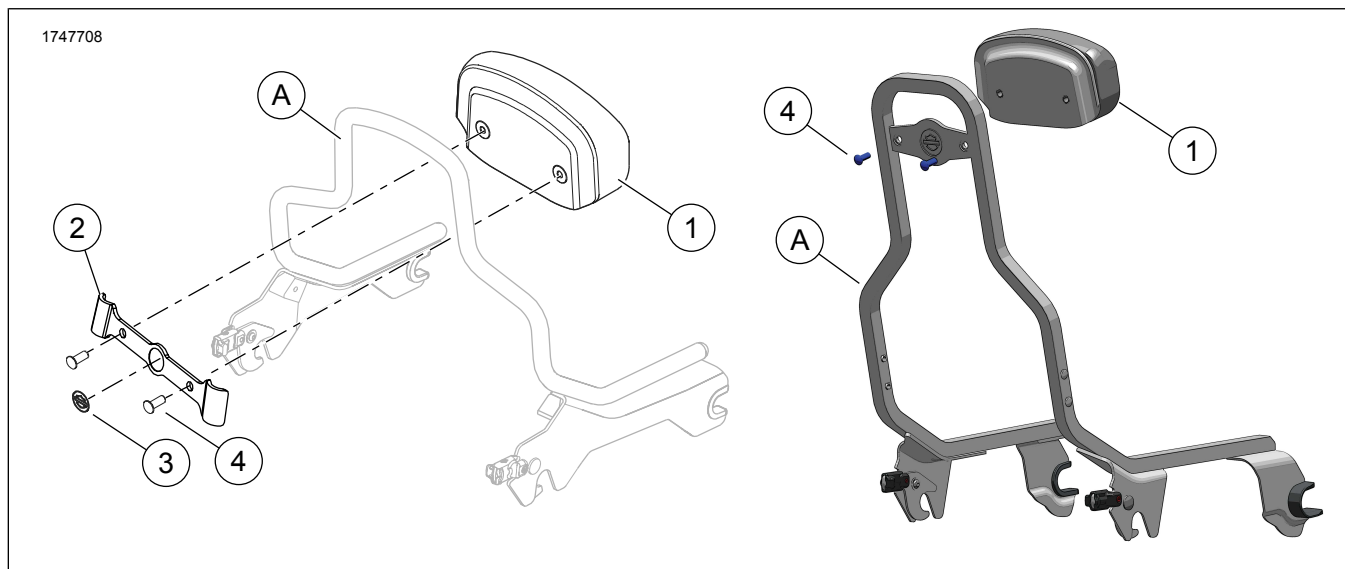

図1。キット内容: コンパクトバックレストパッドキット
- 図1を参照してください。バックレストパッド(1)をベースの輪郭がOEシシーバーアップライト(A)の上部に揃うように配置します。
- 図1を参照してください。OEシシーバーアップライト(A)がパッド(1)とブラケット(2)の間にくるようにマウントブラケットをパッドに置きます。
- 図1を参照してください。イソプロピルアルコールを水で50%に希釈した溶液でOEシシーバーアップライト(A)の表面をきれいに拭き取ってからブラケット(2)を取り付けます。完全に乾燥させます。室温で取り付けます。
- 図1を参照してください。必要に応じて、プラスチックがねじ山にはさまらないよう、バックレストパッド(1)の既存のスクリュー穴2つから、プラスチックレインシールを切り離します。
- 図1を参照してください。イソプロピルアルコールを水で50%に希釈した溶液でOEシシーバーアップライト(A)の表面をきれいに拭き取ってからブラケット(2)を取り付けます。完全に乾燥させます。室温で取り付けます。10-32 °C (50-90 °F)
- 図1を参照してください。OEシシーバーアップライト(A)がパッドとブラケットの間にくるようにマウントブラケット(2)をパッド(1)に置きます。
- 図1を参照してください。スクリュー(4)を差し込みます。締め付ける。
1. 図1を参照してください。パッド(1)をブラケット(2)に合わせます。